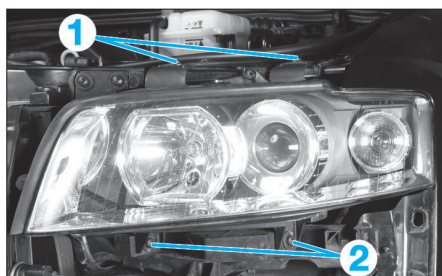

Fig. 40
- Déposer les fixations (1) et (2) (Fig.40).